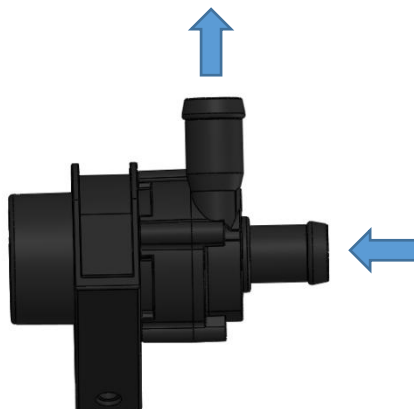

图 3
5. 水泵的安装角度。水泵的进水口须水平安装，出水口须高于进水口。如图 3 所示。